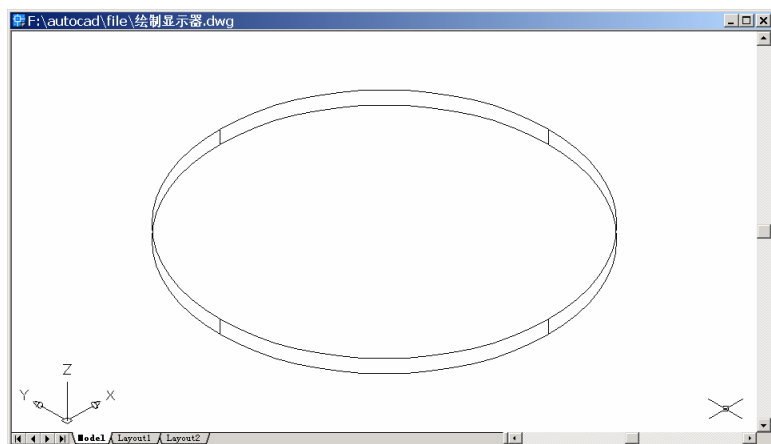

图 30.2 绘制显示器底座
(2) 用 VIEW 命令变换视图为 Southwest Isometric (西南视图)，结果如图 30.2 所示。